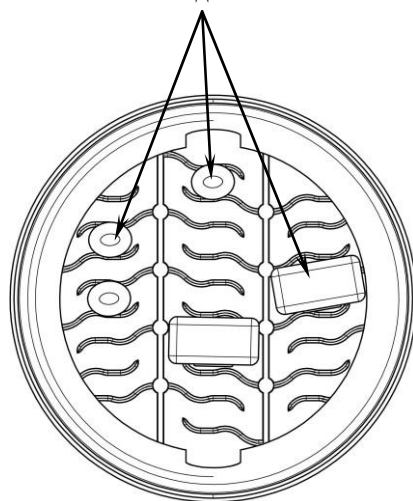

Рис. 2
1.3.3. Вкладыш фиксируется внутри корпуса. Термометры устанавливаются в ячейки вкладыша и удерживаются в них в вертикальном положении. Возможность установки термометров различных размеров обеспечивается за счет упругости пластинок вкладыша. Пример установки термометров в ячейки показан на рис. 2.